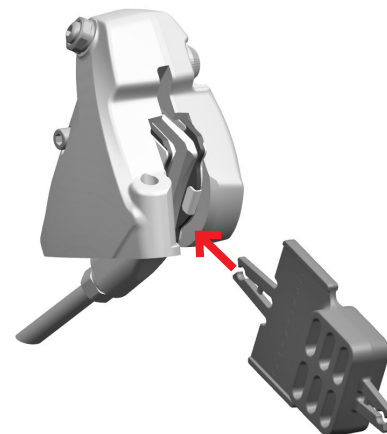
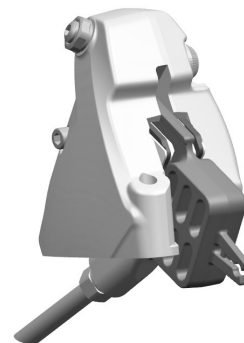

Fig.16
Fig.17
• Nel caso in cui dobbiate smontare le ruote dalla bicicletta, assicuratevi di aver inserito l'attrezzo per il trasporto (Fig. 16 / Fig. 17) che impedisce, in caso di azionamento accidentale delle leve freno, l'avvicinamento delle pastiglie del freno e quindi l'impossibilità di inserimento del disco.